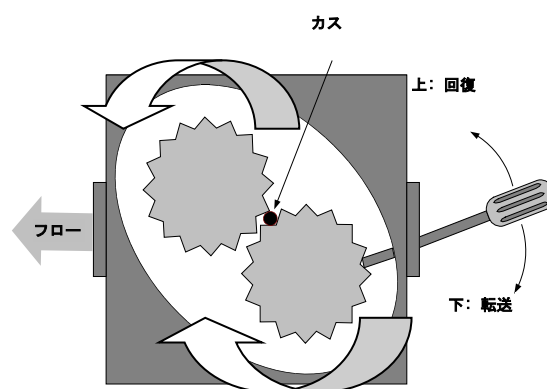

図 25
3. スクリュードライバーを使って手でギアを回します(図 25 参照)。